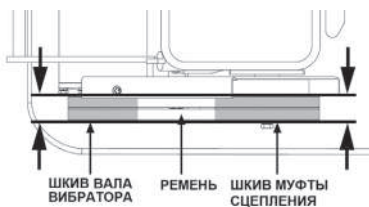

РИС. 17
- Сдвигая двигатель в сторону от вибратора, проверяйте натяжение ремня (Рис. 17). При этом контролируйте, чтобы ремень и шкивы вала вибратора и муфты сцепления были в одной плоскости.
- положение ремня и шкивов - они должны находиться в одной плоскости (Рис. 17).